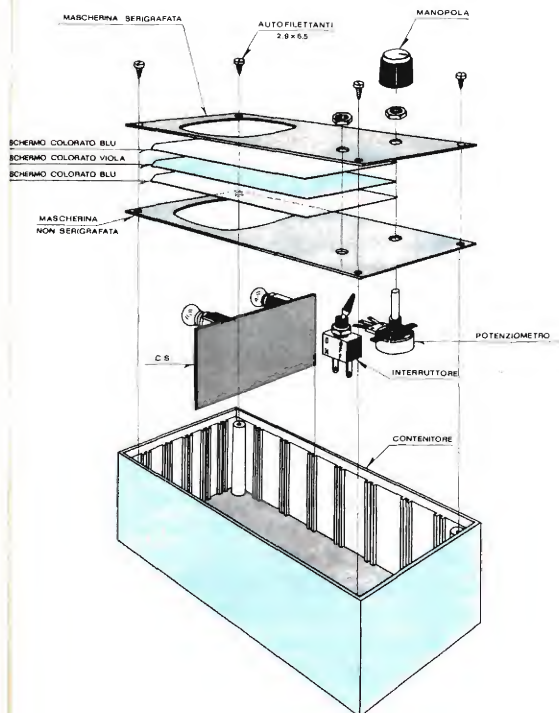

Fig. 6 - Esploso di montaggio finale.
- Montare la mascherina serigrafata insieme alla mascherina non serigrafata, come indicato nella fig. 6, interponendo fra le due mascherine gli schermi colorati blu, viola e blu.
● Infilare il circuito stampato nelle apposite guide del contenitore, come mostra la fig. 6.